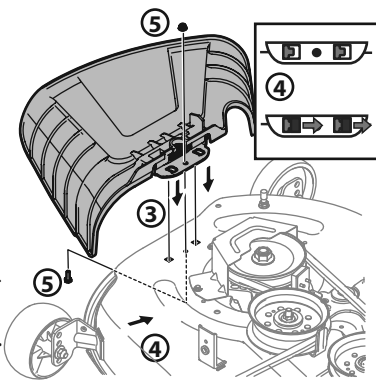

Figure 18
- Placez le déflecteur d'éjection sur le plateau de coupe en insérant les pattes du déflecteur d'éjection dans les trous du plateau de coupe. Voir Figure 18.
- Glissez le déflecteur d'éjection vers l'arrière de l'appareil jusqu'à ce que le trou du boulon sur le déflecteur d'éjection s'aligne avec le trou du plateau de coupe. Voir Figure 18.